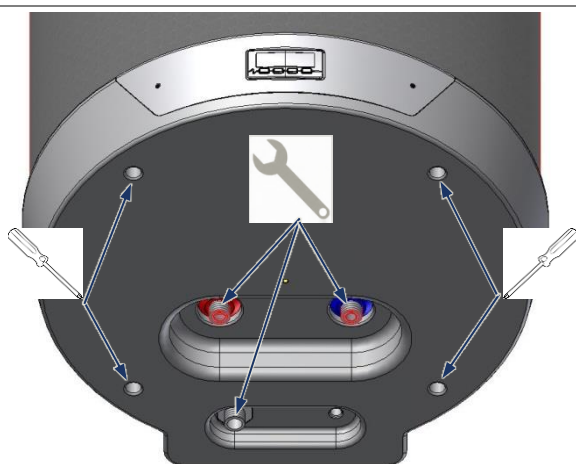

Fig. 16 – Extracción cubierta inferior
- Quitar la cubierta inferior actuando sobre los tornillos (Fig. 16);
Para el control y la sustitución del ánodo de sacrificio, retirar la cubierta inferior (Fig. 16).